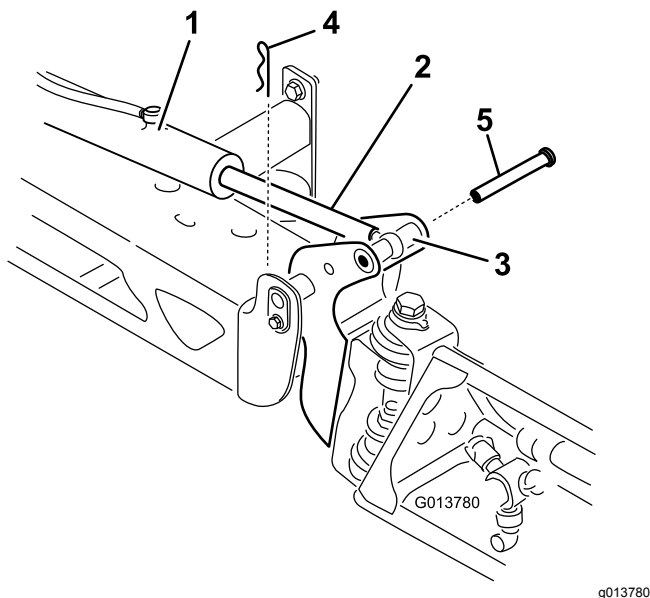

Bild 105
2. Nehmen Sie den Splint vom Lagerbolzen ab (Bild 105).
3. Heben Sie den Ausleger an und nehmen Sie den Stift ab (Bild 105), senken Sie den Ausleger dann langsam auf den Boden ab.
9. Halten Sie den Ausleger fest und stecken Sie den Stift durch das Auslegerscharnier und die Aktuatorstange (Bild 105).